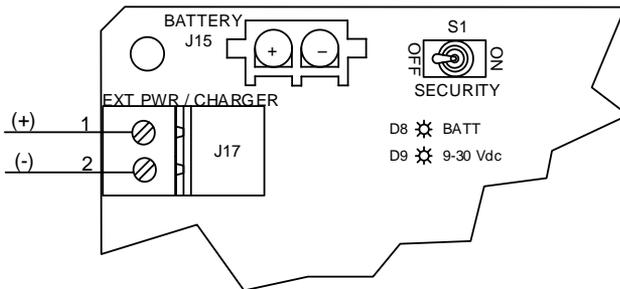

Figura 9: Seletor de opções de energia e conexões elétricas do μ FLO^{G5}
- d. Insira cada fio do cabo do painel solar, conforme identificado pela etiqueta do cabo (+ ou -) no pino correspondente (1 ou 2), conforme mostrado na Figura 9 e aperte cuidadosamente os parafusos do conector do terminal.
- e. Insira cada fio do cabo elétrico (+ ou -) no pino correspondente (1 ou 2), conforme mostrado na Figura 9, página 16, e aperte cuidadosamente os parafusos do conector do terminal.